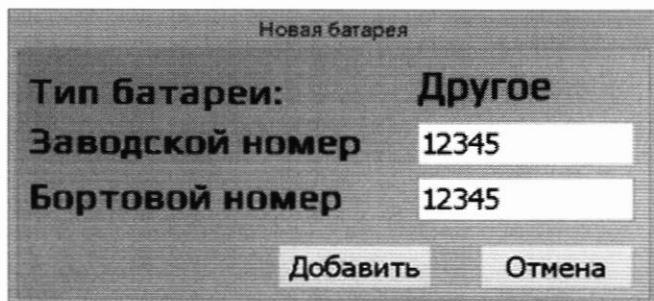

Рисунок 8 – Вид окна «Новая батарея»
– в поле «Номер батареи» из выпадающего списка выбрать номер обслуживаемой батареи (любой из списка). Если номера в списке нет, для его добавления нажать на иконку «», после чего откроется диалоговое окно «Новая батарея», рисунок 8;